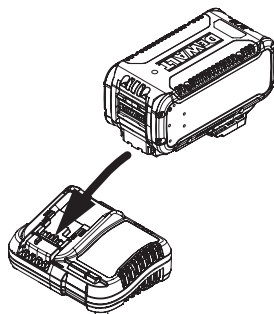

Figure 1
- Connectez le chargeur et le bloc-batterie (Figure 1), en vous assurant que la batterie repose bien en place. Le voyant (recharge) clignotera en continu pour indiquer que le processus de recharge a commencé.